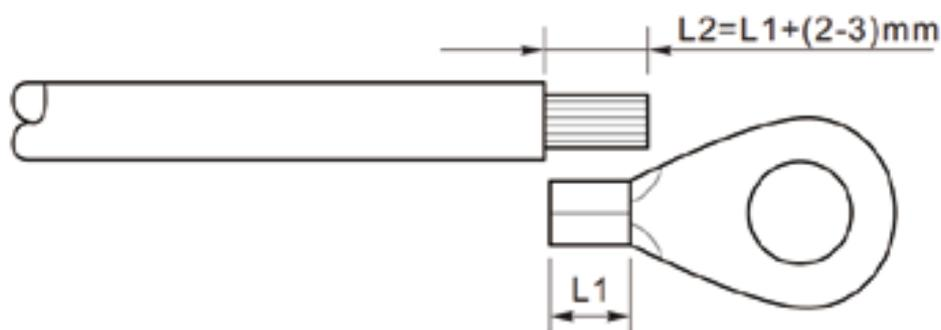

Figura 4-2 Preparando um cabo terra (1)
**Passo 1** Remova a camada de isolamento em um comprimento apropriado usando descasca fio, como mostrado na Figura 4-2.